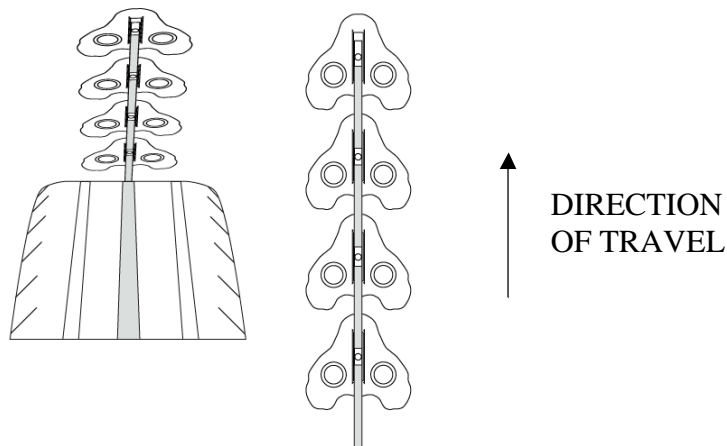

Fig. 2
1. Vérifiez que dans la rainure circulaire du pneu il n'y ait pas de cailloux ou de petits déchets qui empêcheraient au dispositif une adhésion parfaite à la bande de roulement. Il est possible d'utiliser le tournevis en dotation (F) pour se débarrasser de ces déchets.
2. Prenez la chaîne assemblée et posez-la sur la moitié supérieure de la bande de roulement du pneu, en vérifiant que les crochets de la chaîne rentrent bien dans la rainure circulaire. Placez les plaques de sorte à former une flèche dans le sens de la marche (Fig.2).